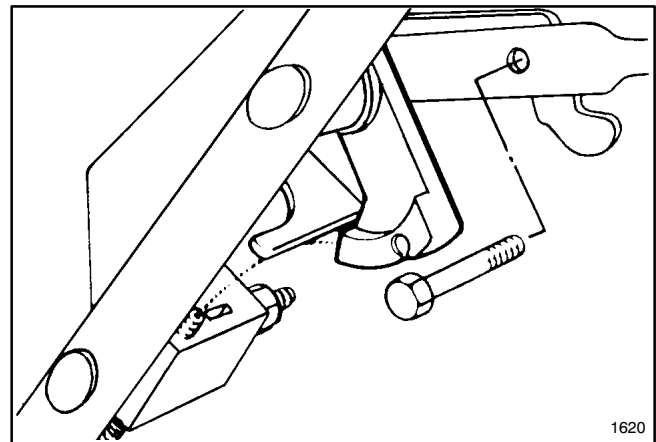

Figure 4
8. Fixer le levier de commande à la barre de commande à l'aide d'un boulon et d'un contre-écrou (Fig. 4).